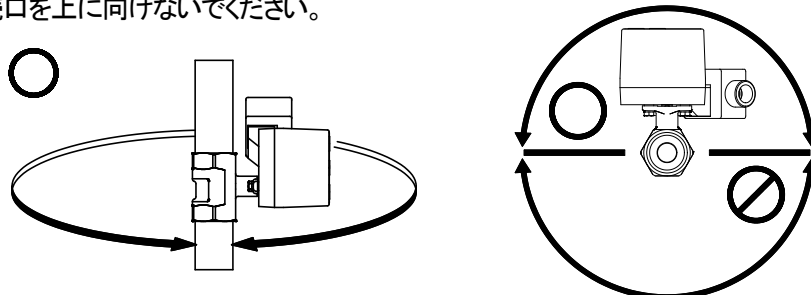

図 12
- アクチュエータ内部に水が浸入する可能性のある下向きバルブ取付けは行わないでください。配管可能な取付け姿勢は図 12 の通り、アクチュエータが上向きから横向きまでです。端子ボックスの接続口を上に向けないでください。